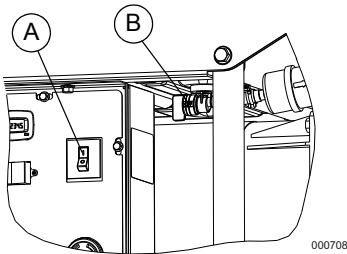
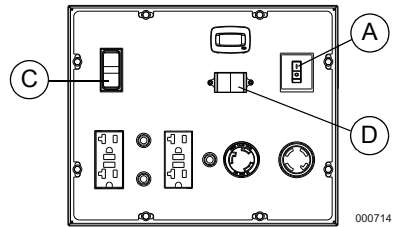

Figura 3-2. Disyuntor y válvula de combustible On/Off
Figura 3-4. Conmutador Run/Stop (funcionamiento/parada) del motor
3. Ajuste en Off el disyuntor principal (A). Vea la Figura 3-2.
4. Gire la válvula de combustible a ON (B). Vea la Figura 3-2.
6. Vea la Figura 3-4. Pulse el interruptor Run/ Stop (funcionamiento/parada) del tablero de control del motor a Run (funcionamiento) (C).
1. Permita que el motor funcione 10 segundos como mínimo luego ajuste el disyuntor principal en On (A). Vea la Figura 3-2 o la Figura 3-4.
2. Seleccione el voltaje nominal con el selector de voltaje (D). Vea la Figura 3-4.
1. Ajuste en Off el disyuntor principal (A). Vea la Figura 3-2 o la Figura 3-4.
4. Gire la válvula de combustible a On (A). Vea la Figura 3-2.
- Pulse y mantenga pulsado el interruptor Engine Start (arranque del motor) (C) hasta que arranque el motor. Vea la Figura 3-4. Suelte el interruptor Engine Start (arranque del motor) si el motor no arranca dentro de 5 segundos. Si el motor no arranca dentro de 5 segundos, revise el procedimiento de puesta en marcha nuevamente antes de intentar arrancar. Si el problema persiste, consulte "Resolución de problemas."
- Seleccione el voltaje nominal con el selector de voltaje (D).